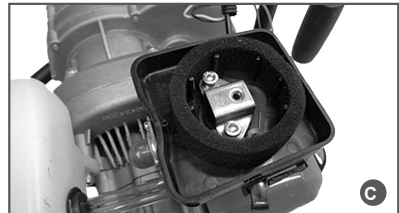

Рис. 11 Обслуживание воздушного фильтра
двигателя надо осуществлять регулярное обслуживание воздушного фильтра (Рис.11). При работе в условиях повышенной запыленности необходимо чаще обслуживать воздушный фильтр.
1. Открутите винт и снимите крышку воздушного фильтра (Рис. 11А).
- Снимите внутреннюю крышку фильтра (Рис. 11В.).
- Извлеките воздушный фильтр из корпуса (Рис. 11С.) и проверьте его на отсутствие повреждений.